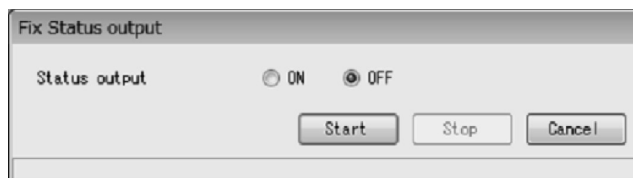
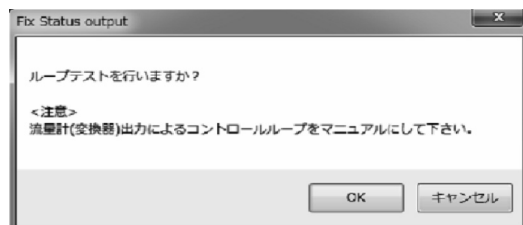

図132
図133
- ② 次のウィンドウ(図132)が表示されます。模擬出力状態「ON」または「OFF」を選択し、「Start」ボタンをクリックしてください。
- ③ 「Start」ボタンをクリックすると、メッセージボックス(図133)が表示されます。「OK」ボタンをクリックすると、「Fix Status output」を開始します。「Cancel」ボタンをクリックすると、図132のウィンドウへ戻ります。
- ⑥ 「OK」 ボタンをクリックすると、図132のウィンドウに戻りますので、「Cancel」 ボタンをクリックし、「Fix Status output」を終了してください。